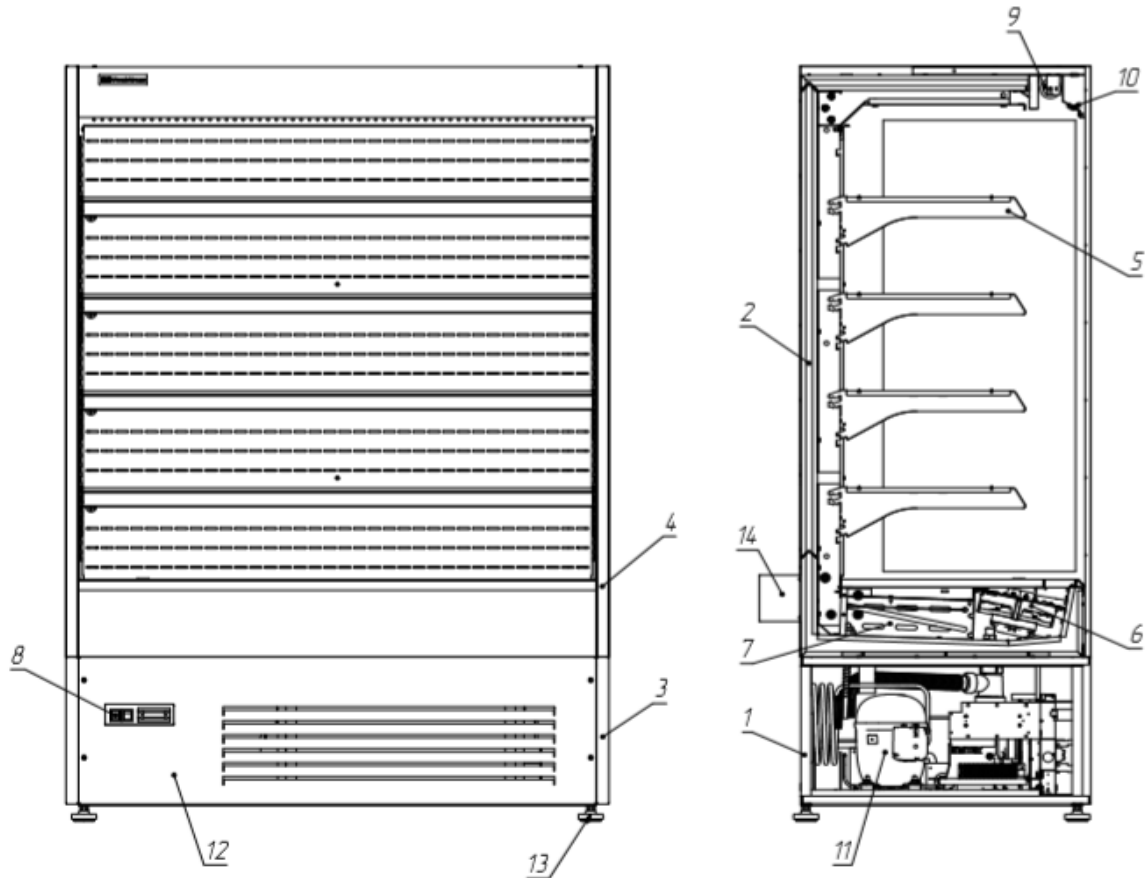

Рисунок 7 – Размещение основных узлов и комплектующих
- на пульті управління (поз.6 рис.7) встановити автоматичний вимикач живлення у положення відповідне стану "ВКЛ". Включіть освітлення вимикачем;